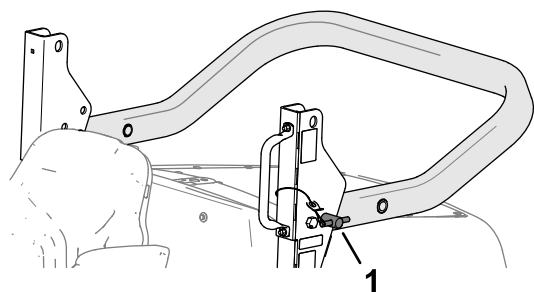

Figura 31
2. Rimuovete i perni del roll bar dalle staffe orientabili (Figura 31).